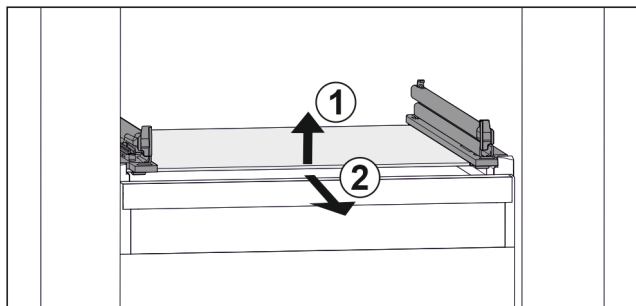

Fig. 41 Rappresentazione esemplificativa del ripiano in vetro
- Sollevare il ripiano in vetro dal davanti. Fig. 41 (1)
- Rimuovere il ripiano in vetro tirando in avanti. Fig. 41 (2)